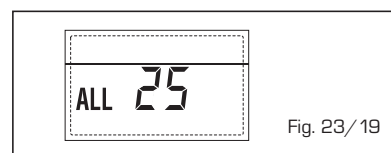

Fig. 23/19
- **ANOMALIA SONDA AUXILIAR (S3) "ALL 26"** (fig. 23/20)